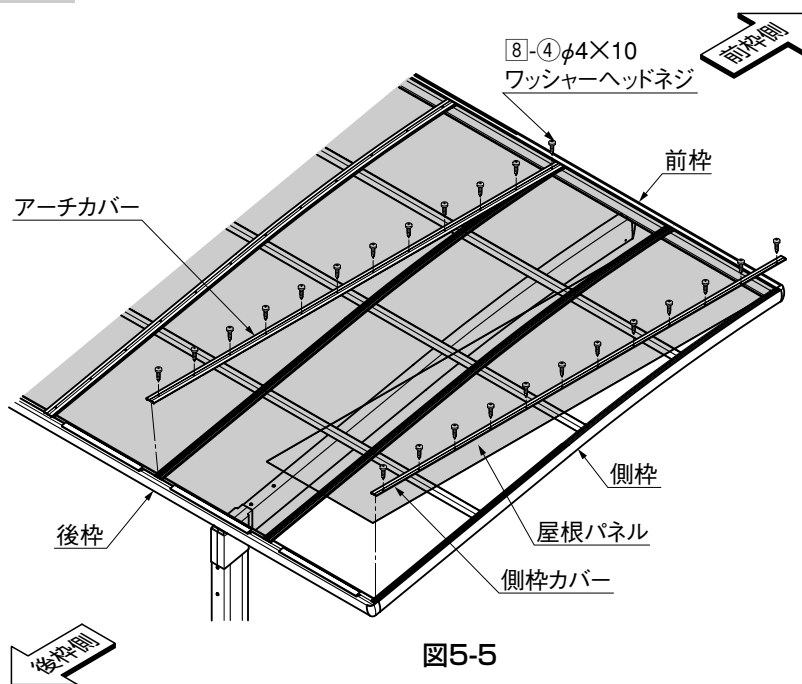

図5-5
- ① アーチカバー・側枠カバーを前枠に突き当てて、前枠側からアーチに[8]-④で取付けてください。(図5-5参照)